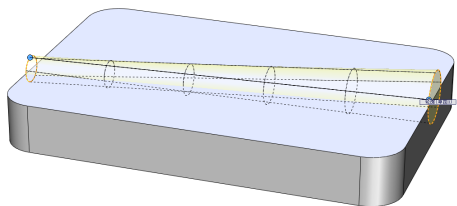

图 5-30 选择轮廓对象
(3) 弹出【切除-放样】属性管理器，在绘图区中依次选择两个圆为轮廓对象，如图 5-30 所示。